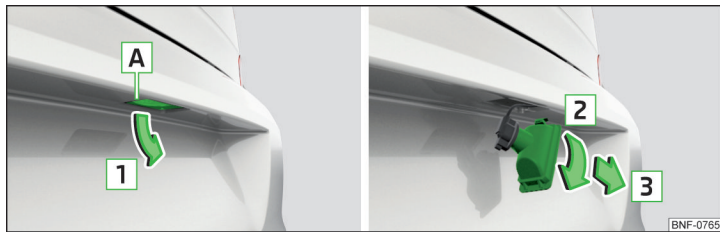

Fig. 178 Demontarea lămpii numărului de înmatriculare
- Introduceți o șurubelniță dreaptă în fantă, în zona săgeții **A** » fig. 178 și desfaceți lămpa în sensul săgeții **1**.